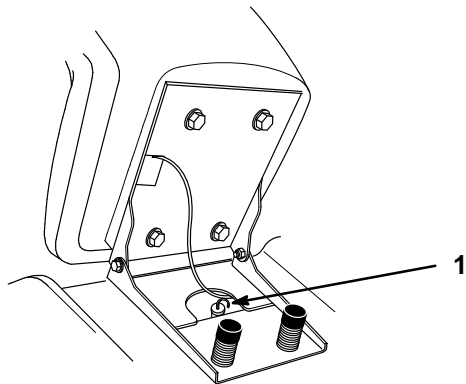

Figure 43
3. Nettoyer les abords de la jauge de transmission (Fig. 43) pour éviter la chute d'impuretés dans l'ouverture de remplissage, ce qui risquerait d'endommager la transmission.
4. Retirer la jauge et essuyer l'extrémité métallique (Fig. 43).
6. Verser lentement le volume d'huile de recharge spécifié dans le tube de remplissage (Fig. 43).
8. Contrôler ensuite le niveau d'huile de la boîte-pont comme expliqué à la page 37. Rajouter de l'huile lentement pour amener le niveau jusqu'au repère du plein (F) sur la jauge.